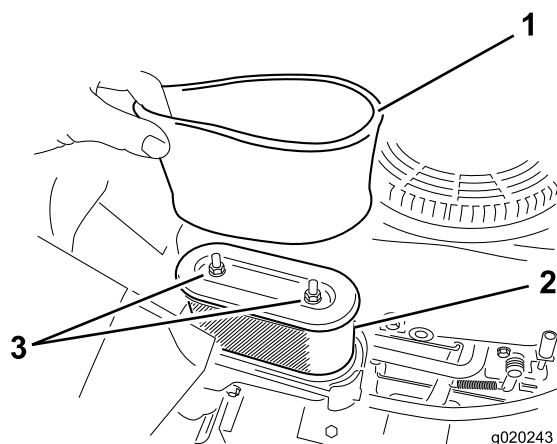

Figura 27
5. Cuidadosamente, retire os elementos de espuma e de papel da caixa do filtro de ar (Figura 27).
1. Coloque o filtro de esponja no filtro de papel (Figura 27).